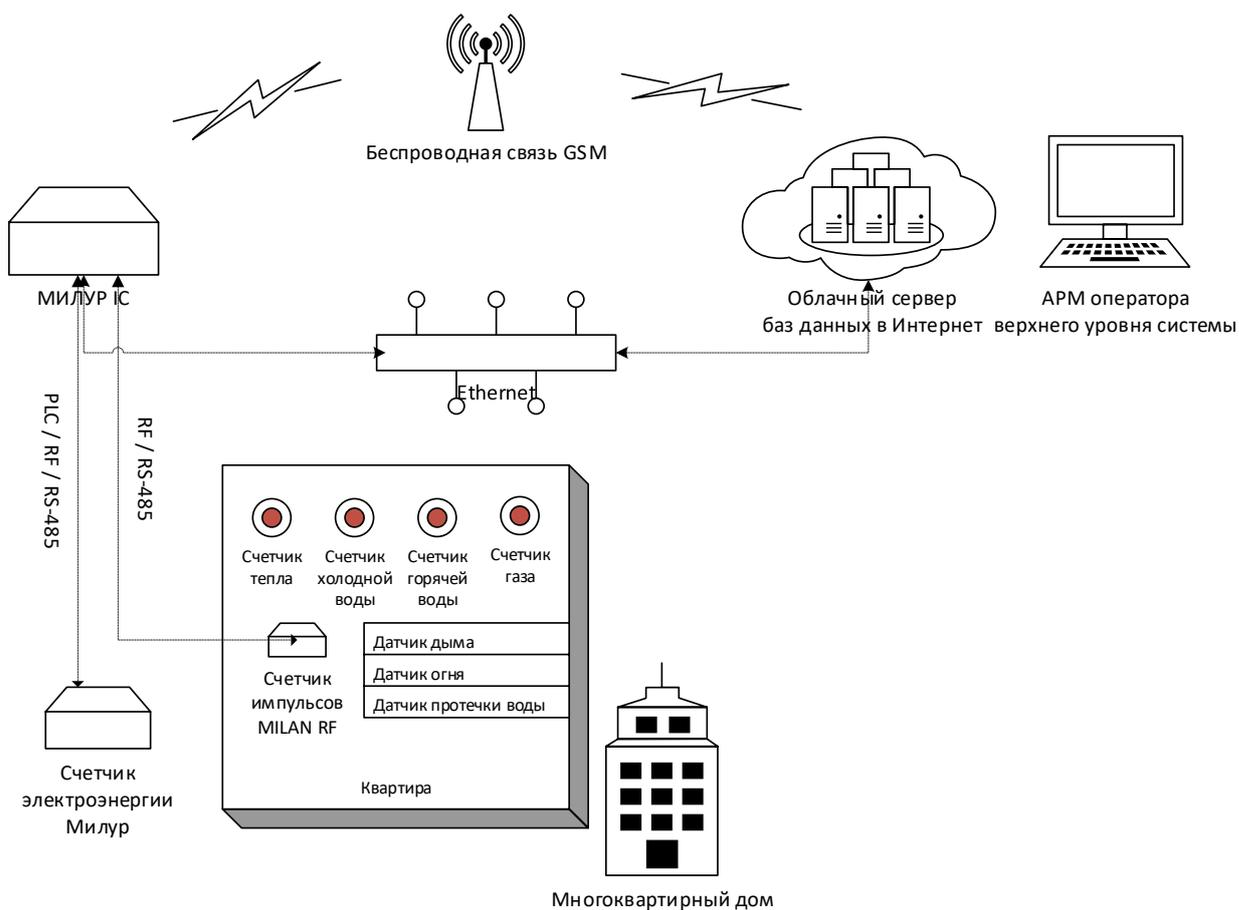

Рисунок 1 – Примерная схема системы многоквартирного дома
1.2 Изделие выполняет сбор данных от индивидуальных приборов учета энергоресурсов электроэнергии, газа, воды, тепла, данных технологических датчиков и др. и передает эти данные на верхний уровень системы. Верхний уровень системы состоит из сервера ввода/вывода, сервера баз данных и АРМ оператора (рисунок 1).
1.5 Изделие ведет информационный обмен с верхним уровнем системы через сеть сотовой связи GSM или по локальной вычислительной сети по проводному интерфейсу Ethernet. При этом данные в обоих случаях передаются на верхний уровень системы через облачный сервер баз данных в сети Интернет (рисунок 1).